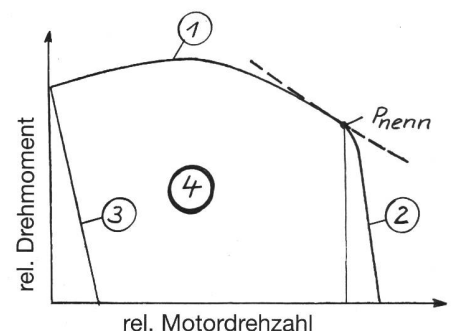

Abb. 4. Begrenzung und Teillastbereich eines Kennfeldes.
Ein Kennfeld (Abb. 4) wird nach oben begrenzt durch die Vollastkurve des Drehmoments ①, nach rechts durch die Nenndrehzahl-Abregellinie ②, nach links durch die Leerlauf-Abregellinie ③. Die Fläche ④ im Kennfeld innerhalb der genannten Kurven stellt den Teillastbereich dar, also den Bereich, wenn der Motor nicht bei voller Einspritzmenge und Belastung arbeitet.